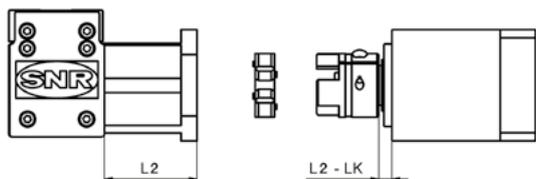

Bild 3.11 — Montagemaße
2. Kupplungsnabe **3** auf die Motor- bzw. Getriebewelle **5** stecken. Dabei das Maß LK (Bild 3.11) aus Tabelle 6.23 in Kapitel 6.2.4.1 berücksichtigen.